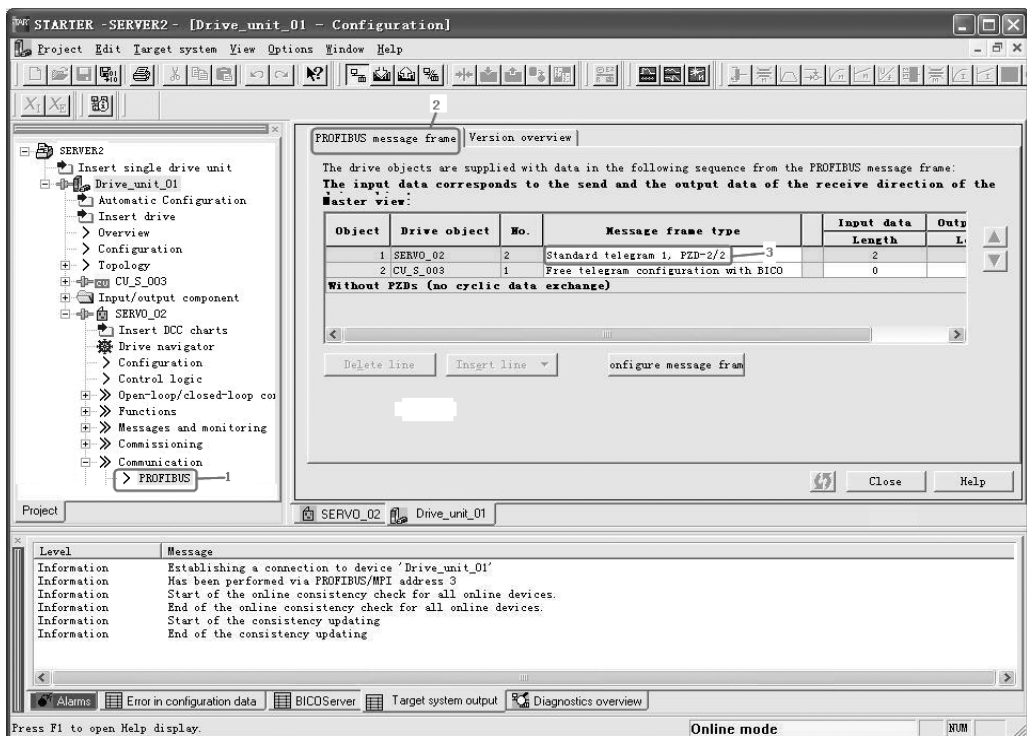
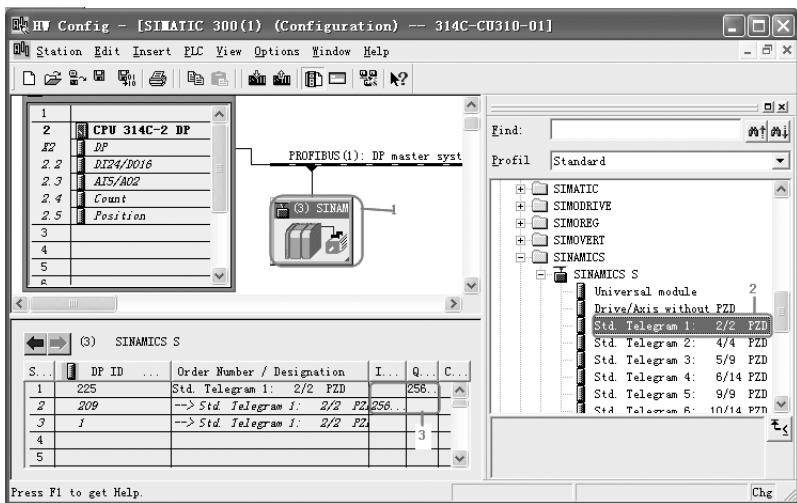

图 11-45 设置通信报文类型
图 11-50 设置 SINAMICS S120 的报文格式
⑥ 设置通信报文类型。先选中“PROFIBUS”，再选中“PROFIBUS message frame”选项卡，在“Message frame type”（通信报文类型），选定“Standard telegram 1”（通信报文 1），如图 11-45 所示。
④ 设置 SINAMICS S120 的报文格式。先选中 SINAMICS S120，再双击“Std. Telegram 1: 2/2 PZD”（报文 1），如图 11-50 所示，再保存和编译硬件组态。注意，此处的报文格式要与图 11-45 中的“3”处一致。